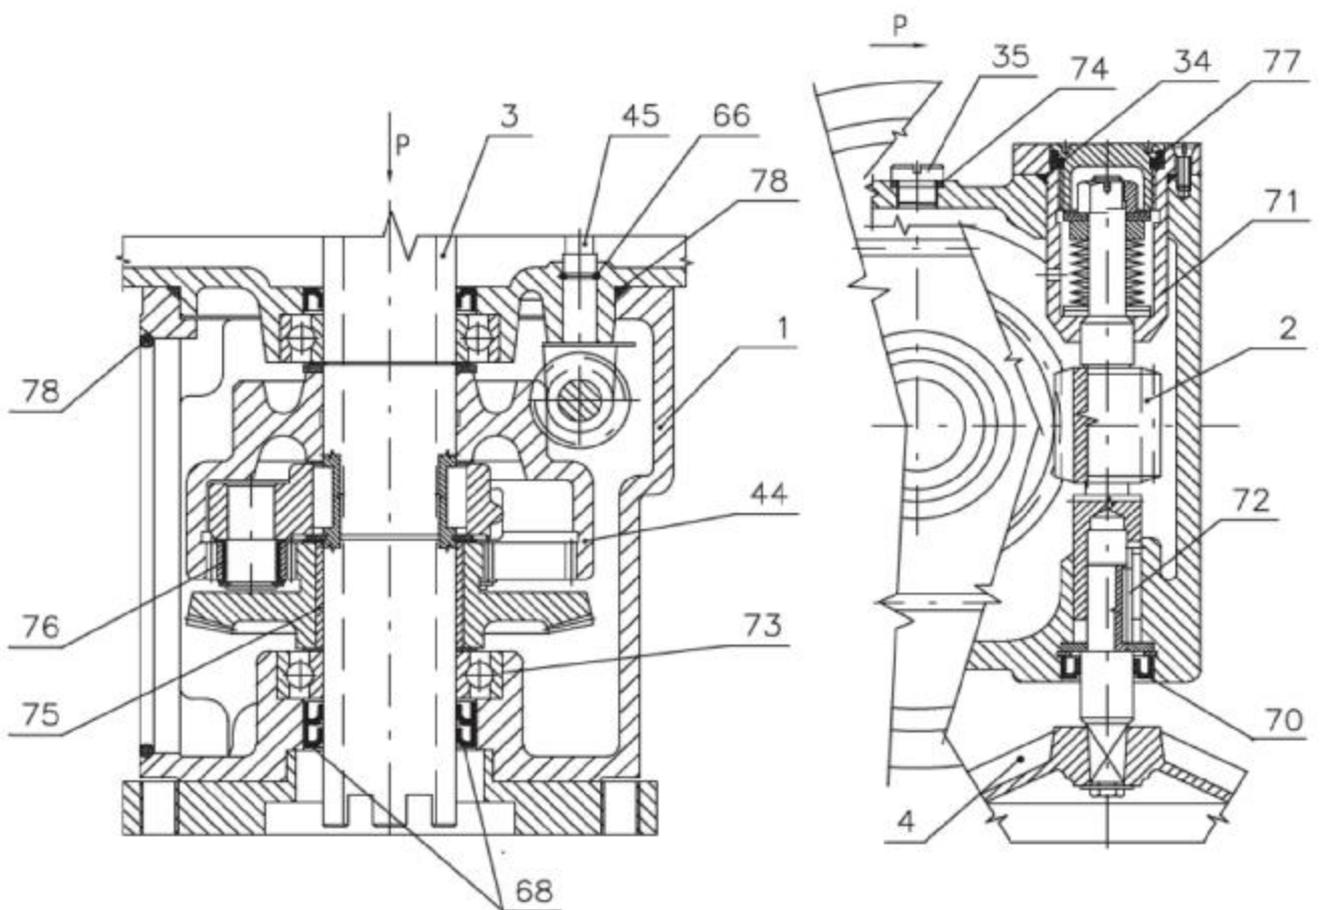
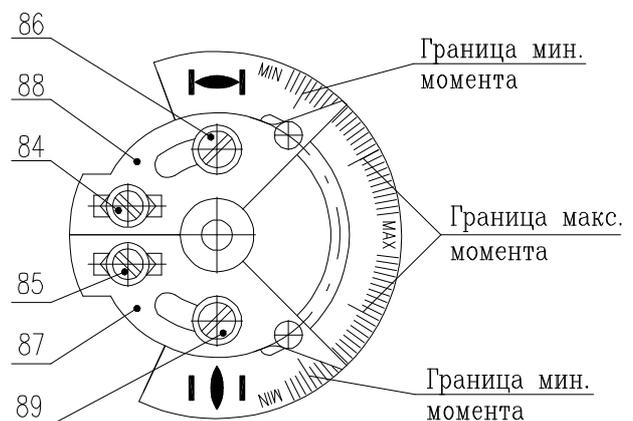

Рис.2
Рис.4
Модуль М3 – силовая передача с ручным управлением (рис.2)
Моментное устройство (рис. 4 и 5) состоит из трех функциональных единиц:
- моментное колесо (рис. 4)
Моментное колесо (рис. 4) укреплено на моментном валике (45), выходящем от силовой передачи (рис. 2). Угол поворота моментного колеса пропорционален крутящему моменту на выходном вале (3) ЭП. Его величина устанавливается перестановкой сегментов (17) и передвижением упоров (18). Достигнутая величина крутящего момента переносится от моментного колеса на моментное устройство (9) при помощи моментного рычажка (42).